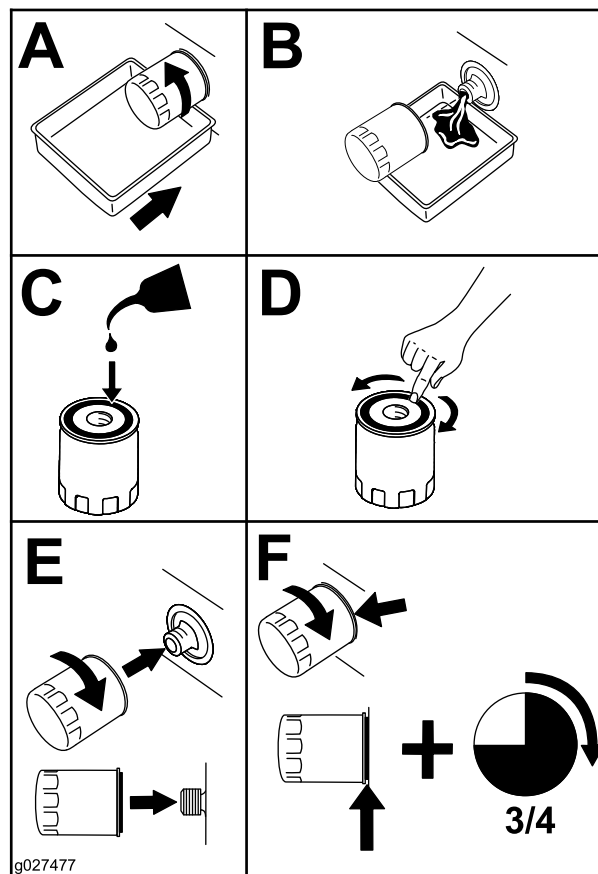

Рисунок 36
4. Замените масляный фильтр (Рисунок 36).